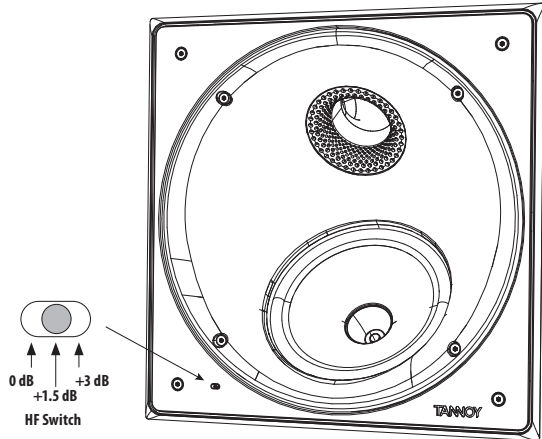

図 10. HF スイッチの位置
1. HF スイッチには 3 つの位置があり、0dB はフラットです。部屋の位置や音響条件に合わせて、必要に応じて調整してください (図 10)。